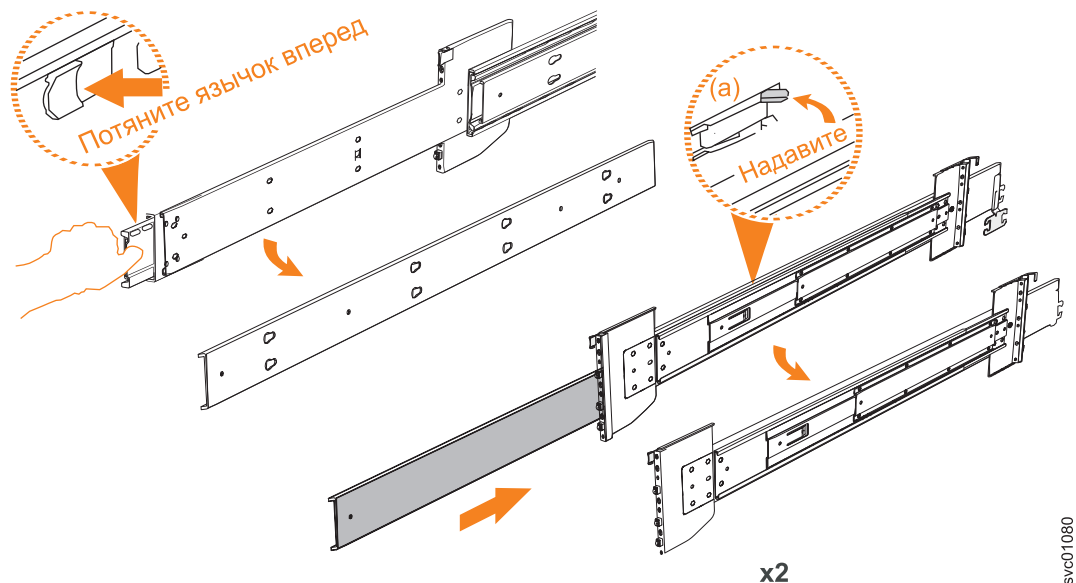

Рисунок 55. Отсоединение внутренней части направляющей
3. Удалите внутренний элемент направляющей. Нажмите на фиксатор ( **a** ) и вставьте средний элемент направляющей обратно, как это показано на рисунке рис. 55 на стр. 63.